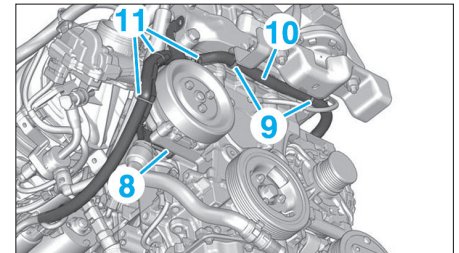
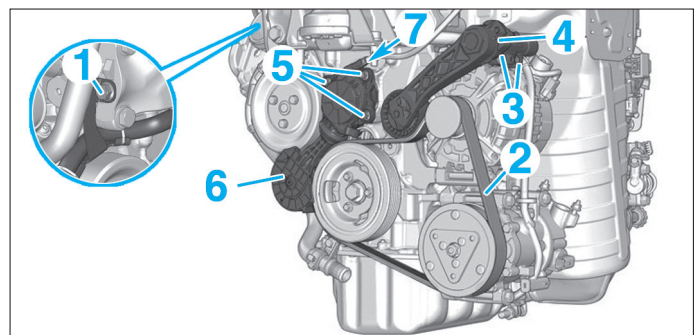

FIG. 42
FIG. 41
- la vis de fixation (1) du faisceau électrique à l'arrière droit du moteur (Fig.41),
- la courroie d'accessoires (2) (voir opération concernée au chapitre "Equipements Electriques"),
- les vis (3),
- le tendeur de courroie des accessoires (4),
- les vis (5),
- la roue de friction (6).
- Débrancher le connecteur (7).
- Déposer l'écrou (8) (Fig.42).
- Dégrafer en (9) le faisceau électrique (10) et l'é-carter.